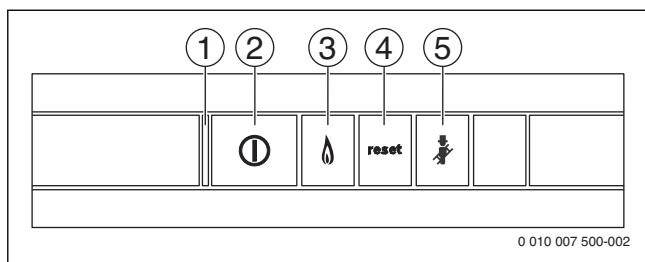

Bild 8 Bedientasten
- Gerät am Ein/Aus-Schalter (→ Bild 8) einschalten.